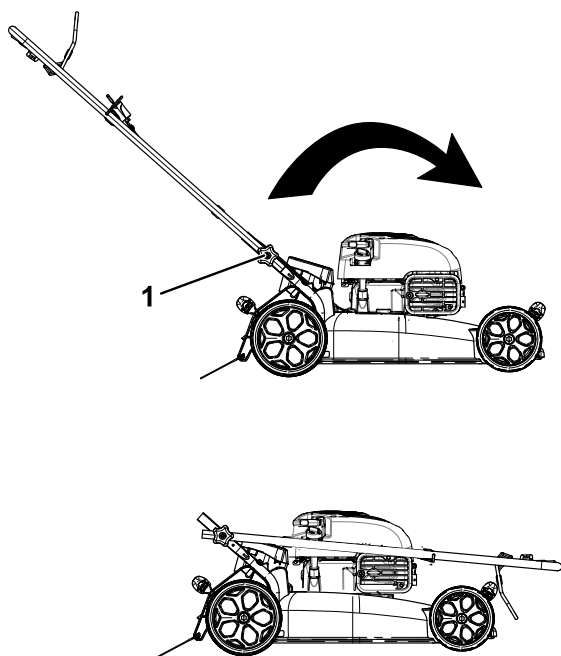

Рисунок 17
1. Ослабьте круглые рукоятки настолько, чтобы можно было свободно двигать верхнюю рукоятку (Рисунок 17).
2. Продвиньте рукоятку вперед, как показано на Рисунок 17.